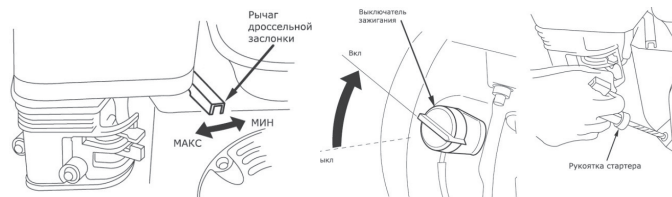

Рис. 11
5. Поверните рычаг дроссельной заслонки на  $\frac{1}{3}$  хода в сторону положения «Макс» (Рис. 11).
6. Поставьте выключатель зажигания в положение «Вкл» (Рис. 11).